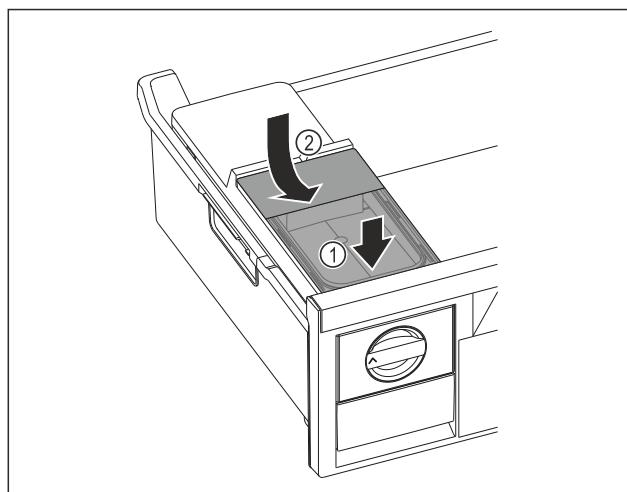

Fig. 127
- Nádržku na vodu nasadte vpred. Fig. 127 (1)
- Nádržku na vodu spusťte vzadu. Fig. 127 (2)